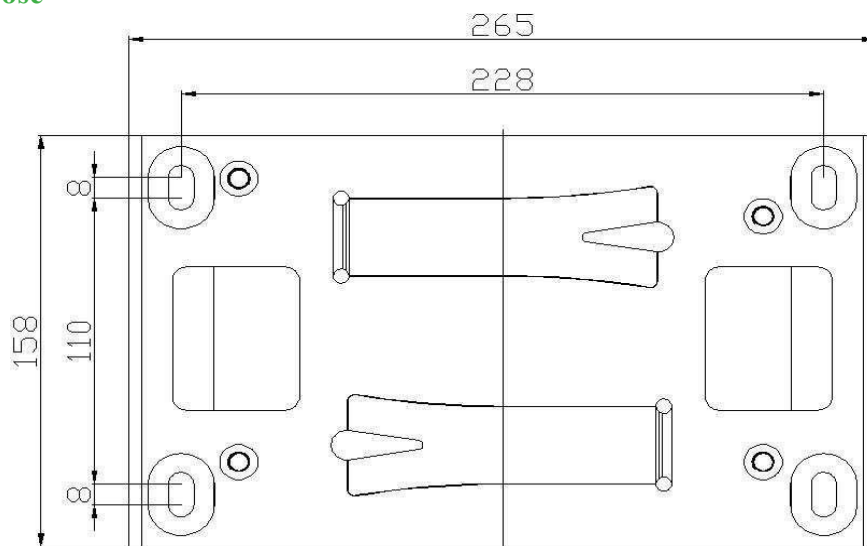

Figure 8
- Placez la plaque de base de montage dans une position appropriée (la ligne centrale de la crémaillère et de l'engrenage d'entraînement doit être approximativement sur une ligne, comme dans la figure 8), marquez-la bien ; utilisez un foret à béton de 12 mm pour faire des trous et tapez les boulons d'expansion M8 dans les trous perforés, avec la partie supérieure exposée sur environ 2 cm. (Les clients peuvent fournir leurs propres vis de mise à la terre M8 au lieu des boulons d'expansion pour le pré-enfouissement dans la fondation en béton)